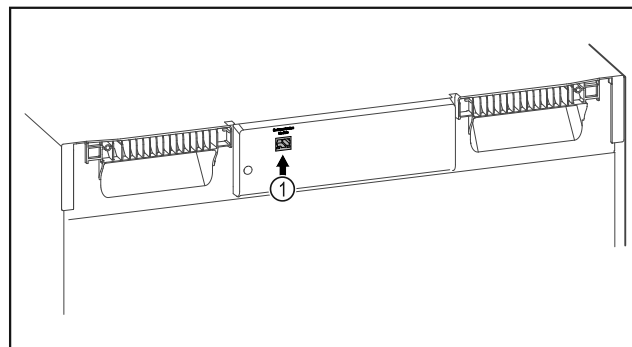

Fig. 111
- ❑ Το SmartModule Fig. 111 (1) χρησιμοποιείται.